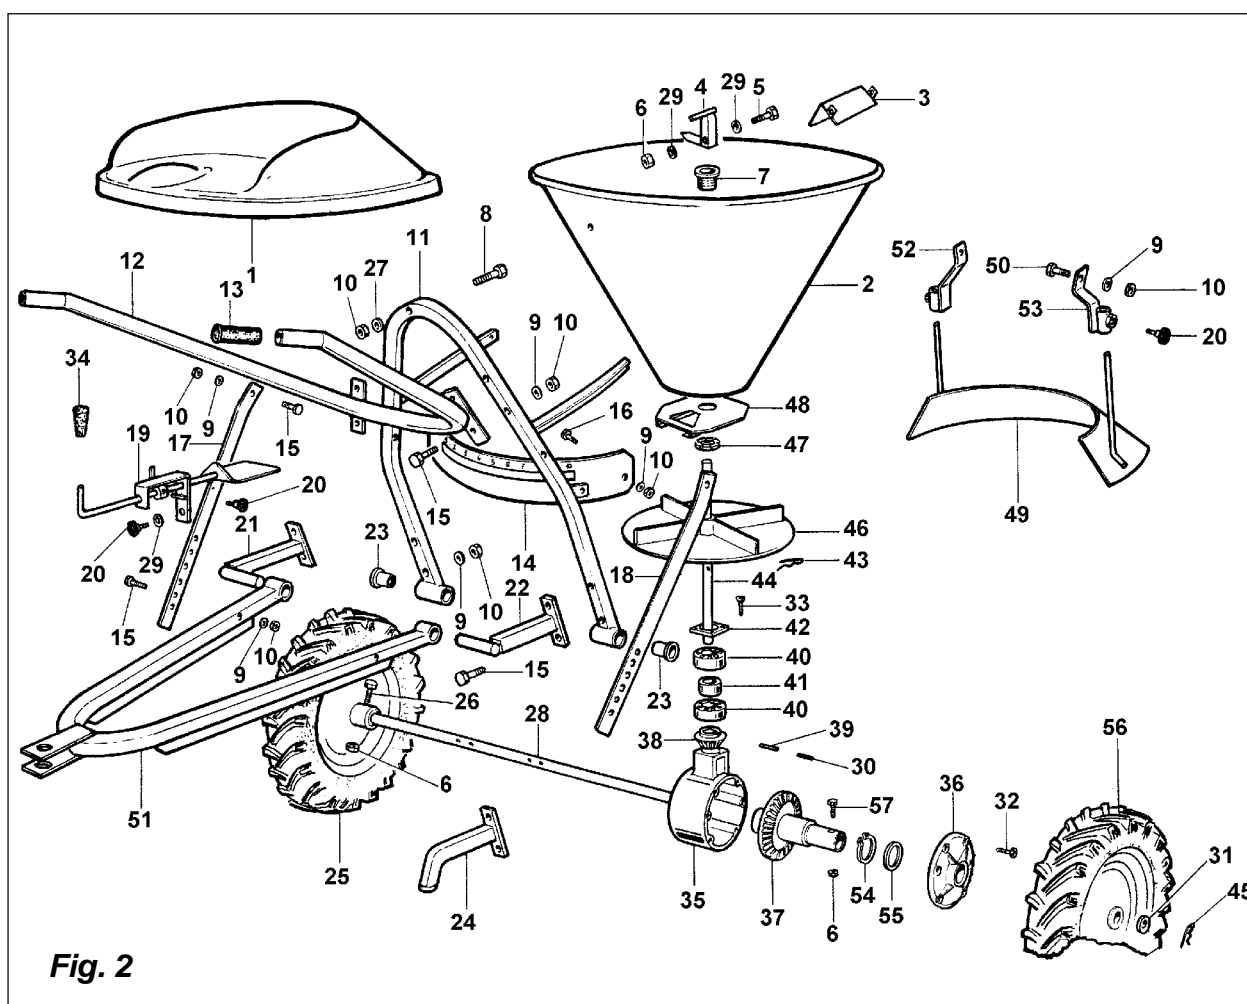

Fig. 2
Per montare lo spandiconcime, procedere come segue (**vedi fig. 2**):
1. infilare il gancio nella piastra di attacco del timone (**vedi n° 51, fig. 2**) dello spandiconcime. Assicurarsi di fare uso di un perno solido per fissare la piastra al gancio del trattore.
2. Regolare il timone dello spandiconcime in modo che il disco di distribuzione (**vedi n° 46, fig. 2**) sia orizzontale.